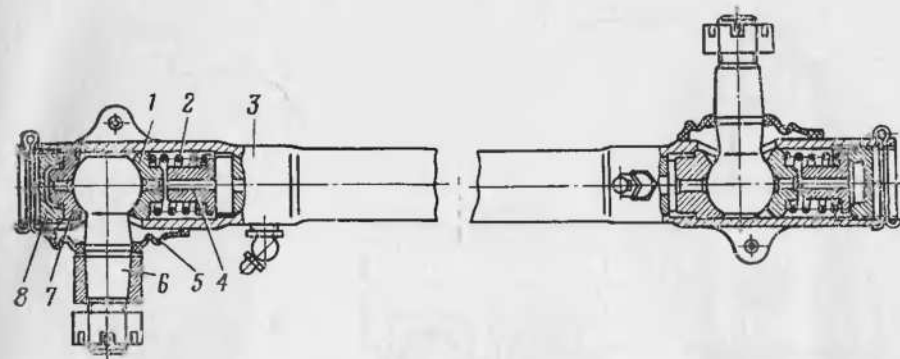

Рис. 8. Продольная рулевая тяга:
3. Расшплинтовать и вывернуть пробку 8 (рис. 8), вынуть сухарь 7 и отсоединить продольную рулевую тягу 3 от маятникового рычага 1 (рис. 7), снять сухарь 1 (рис. 8), пружину 2, ограничитель 4 хода пружины и снять с шарового пальца 6 защитную накладку 5.
в) Сферические поверхности деталей 1 (рис. 8), 6 и 7, а также внутренние цилиндрические поверхности детали 3 должны быть обильно смазаны смазкой ЦИАТИМ-201 (ГОСТ 6267—59).
9. Установить на шаровой палец маятникового рычага защитную накладку 5 (рис. 8). Установить в продольную рулевую тягу 3 ограничитель 4, пружину 2 и сухарь 1. Соединить продольную рулевую тягу с шаровым пальцем на маятниковом рычаге, установить сухарь 7, завернуть пробку 8, зашплинтовать пробку шплинтом (см. технические условия, пп. а, в).
1. Расшплинтовать пробку 8 (рис. 8) одного из шарниров.